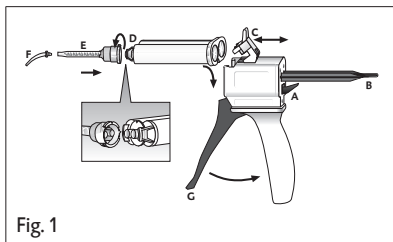

Fig. 1
1. Поднимите вверх рычажок [рис. 1, поз. А] на тыльной части диспенсера Automix-Dispenser и полностью оттяните назад скользящий затвор [рис. 1, поз. В].
2. Поднимите пластмассовый фиксатор [рис. 1, поз. С], установите картридж и закрепите его пластмассовым фиксатором [рис. 1, поз. С].
1. Снимите колпачок картриджа [рис. 1, поз. D] или использованный смесительный наконечник, повернув на 90° против часовой стрелки, и выбросьте.
2. Установите новый смесительный наконечник [рис. 1, поз. E].
4. Установите интраоральный наконечник [рис. 1, поз. F].
- ▶ Смешайте материал в смесительном наконечнике, нажав на рычажок [рис. 1, поз. G] диспенсера Automix-Dispenser, и непосредственно нанесите материал.
1. Поднимите вверх рычажок [рис. 1, поз. A] на тыльной части диспенсера Automix-Dispenser и полностью оттяните назад скользящий затвор [рис. 1, поз. B].
2. Поднимите пластмассовый фиксатор [рис. 1, поз. С] и извлеките картридж.